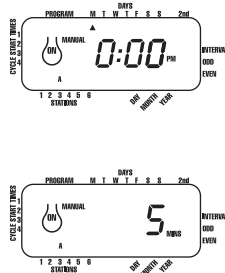

FIGURE 13 : Arrosage manuel du poste 3 pendant cinq minutes
- Pour passer un poste, appuyez sur **NEXT (SUIVANT)** jusqu'à ce que le curseur clignote sur le numéro de poste que vous voulez programmer. Par exemple : Pour régler le poste 3 sur cinq minutes, appuyez sur la touche **MANUAL (MANUEL)**, puis sur la touche **NEXT (SUIVANT)** à cinq reprises pour sélectionner le mode de fonctionnement manuel et avancer à l'arrosage pour le poste 3 ; à l'aide de la touche + ou -, réglez la durée d'arrosage manuel sur cinq minutes ; appuyez ensuite sur **ENTER (ENTRÉE)** [Voir Figure 13].